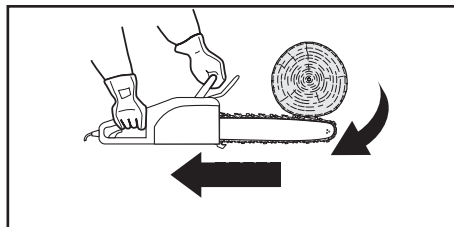

Fig. 25
2. Um contacto da corrente (8) com a madeira ao longo da parte superior da guia (9) pode empurrar rapidamente a guia para trás na direção do utilizador (Fig. 25).